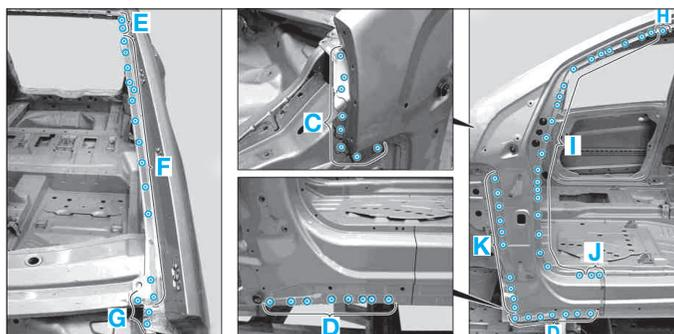

FIG. 35
- Fraiser les points de soudure dans les zones (C), (D), (E), (F), (G), (H), (I), (J) et (K) (Fig.35).